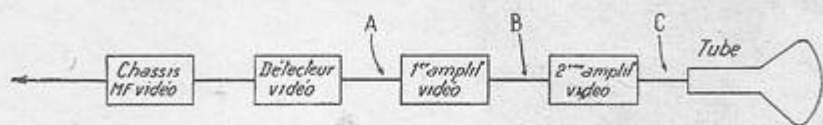
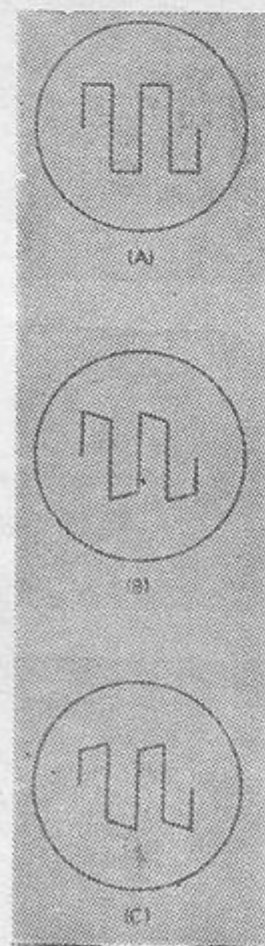

FIG. 1
FIG. 2
Une inclinaison de crête comme celle de la figure 2 B indique une mauvaise réponse aux fréquences
partie inférieure des deux sections complètement blanche et noire et la partie restante grise, comme le montre la fig. 3 C. La première condition correspond à l'image oscillographique de la fig. 2 B, tandis que la seconde correspond à la fig. 2 C.
**Méthode A.** — Le générateur d'onde rectangulaire est connecté à l'entrée du premier étage amplificateur vidéo (point A, fig. 1) et un oscillographe est relié à la sortie de ce même étage (point B, fig. 1). Avec le générateur accordé sur 50 c/s et avec l'oscillographe réglé de manière à pouvoir observer deux ou trois cycles du signal, on doit trouver à la sortie une forme d'onde comparable à celle de la fig. 2 A. Une inclinaison sur une des deux directions, à droite ou à gauche, comme le montrent les fig. 2 B et 2 C, indique une réponse déficiente aux fréquences basses.
basses et une possible déviation de phase, tandis que lorsque l'atténuation se constate dans la direction opposée, comme sur la figure 2 C, cela signifie que l'étage a une réponse accentuée aux fréquences basses et une déviation de phase dans la direction opposée.
La même technique pourra être adoptée pour contrôler le second étage amplificateur vidéo (avec le générateur relié en B, fig. 1, et l'oscillographe en C) ou bien la réponse totale de l'amplificateur vidéo (avec le générateur relié en A et l'oscillographe en C).